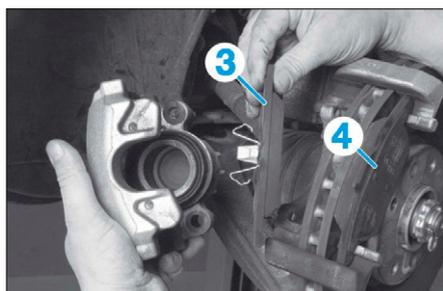

FIG. 9
- Ecarter l'étrier, dégraffer et déposer la plaquette (3) (Fig.9).
- la plaquette intérieure (4),